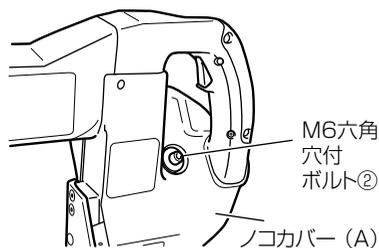

図 14
- (2) M6 六角穴付ボルト②を軽くゆるめます。(図 14)